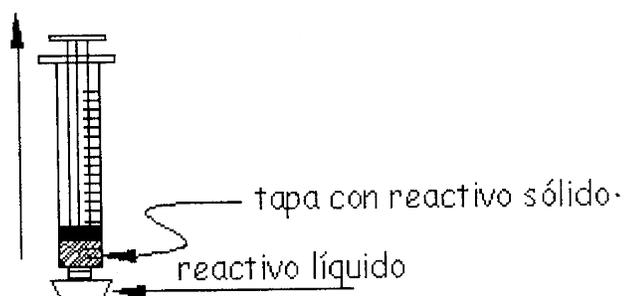

Figura 7
8. Introduzca la cantidad indicada del reactivo líquido, succionándolo con la jeringa. (Figura 7)